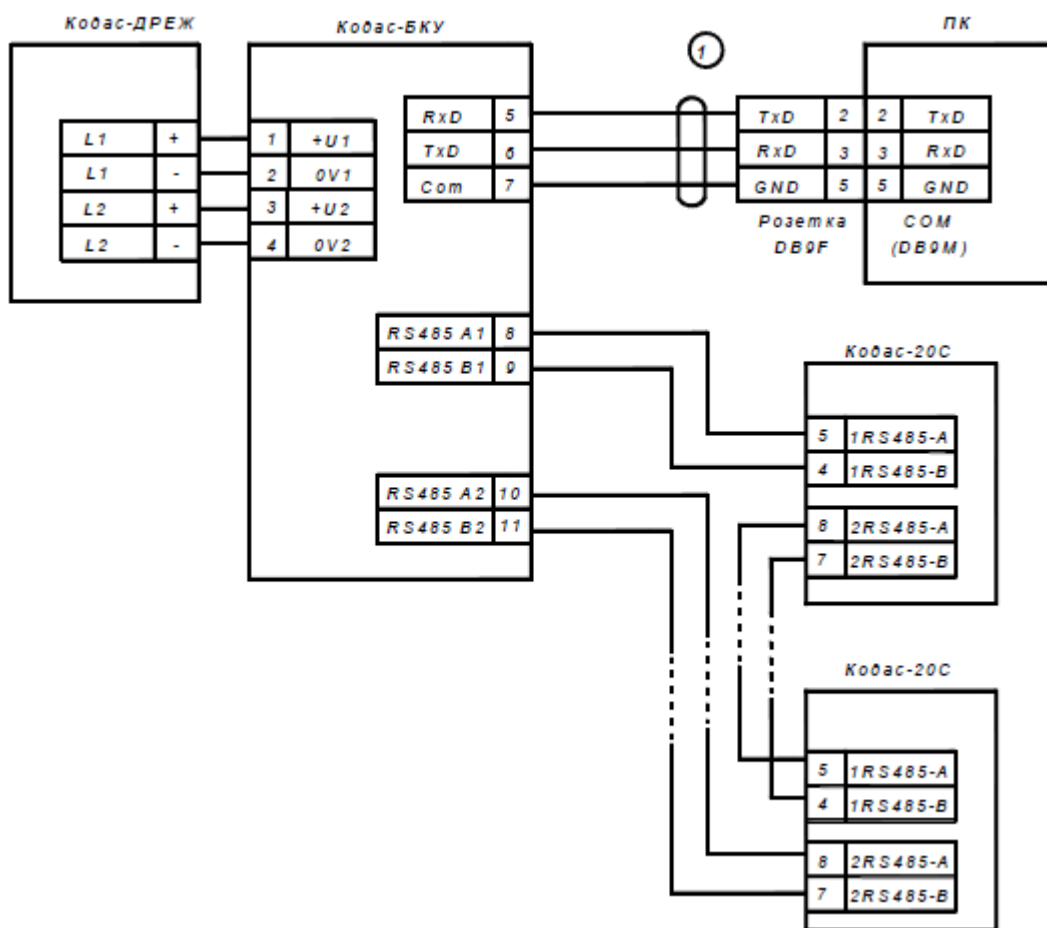

Рис. 1 Типова схема підключення Кодас-БКУ під час експлуатації.
2.1.2.1 Кодас-БКУ має інтерфейс RS-485 для підключення блоків ППКП Кодас-АПС, інтерфейс RS-232 для підключення персонального комп'ютера, а також клеми для підключення живлення від зовнішнього резервного джерела постійного струму. За окремою угодою поставляється кабель для під'єднання блоку до персонального комп'ютера. Типова схема підключення блоку наведена на рис. 1.
Щоб підключити блоки до Кодас-БКУ через інтерфейс RS-485, необхідно до контактів "А" і "В" Кодас-БКУ під'єднати відповідно контакти А і В блоків (див. Рис.1). Інтерфейс RS-485 передбачає використання з'єднання між блоками типу "шина", тобто всі блоки з'єднуються через інтерфейс однією парою проводів (лінії А і В), узгодженої з двох сторін узгоджуваними резисторами (див. Рис.2).